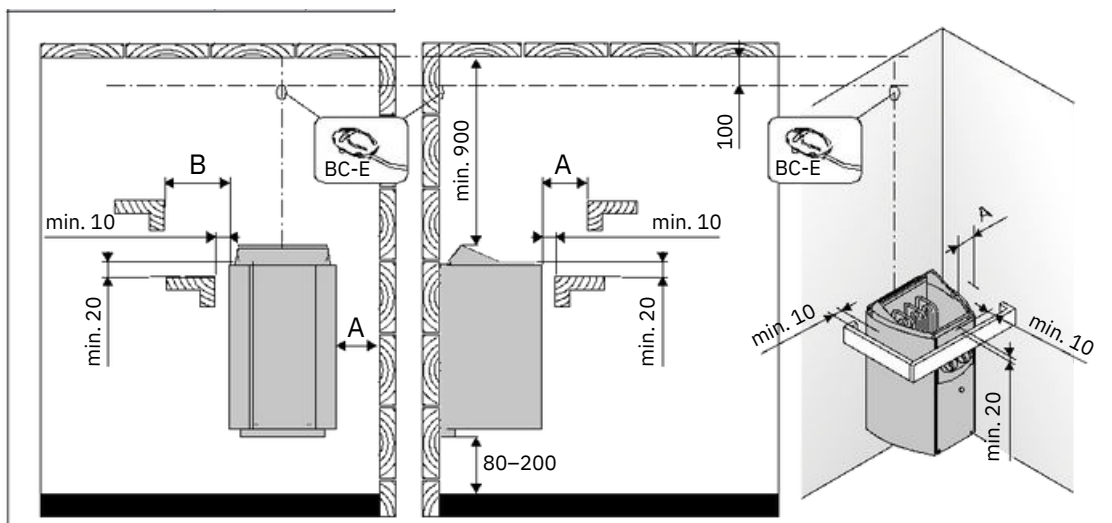

Figure 6. Distances de sécurité (toutes les dimensions sont fournies en millimètres)
- L'emplacement du poêle satisfait-il aux exigences de distances de sécurité minimales figurant dans la figure 6 et le tableau 2 ?